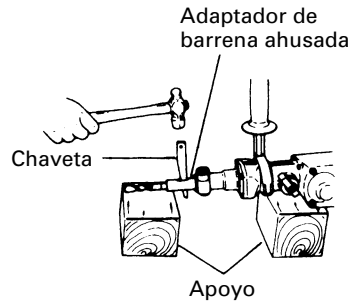

Fig. 9
- (2) Ponga en ON el interruptor de alimentación y perforo un agujero de base.
- (3) Después de eliminar el polvo con una jeringa, fije la clavija en la extremidad del anclaje e introduzca el anclaje con un martillo de mano.
- (4) Para sacar la broca con la barrena ahusada introduzca una chaveta en la ranura del adaptador de barrena ahusada, ponga apoyos debajo del martillo rotativo y golpee la chaveta con un martillo de mano. (Fig. 9)